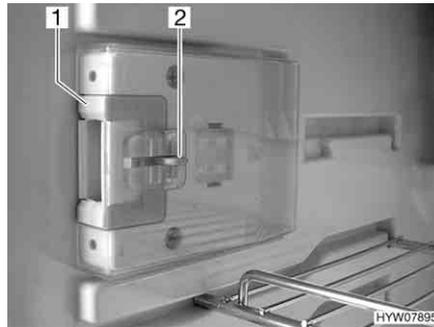
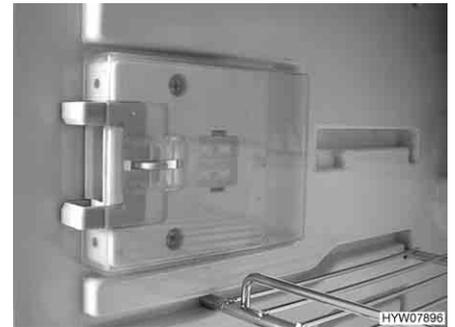

Fig. 126 Dispositivo de cierre en posición normal
Fig. 127 Dispositivo de cierre en posición de ventilación
- Hundir el desbloqueo (Fig. 126,2).
- Empujar el dispositivo de cierre (Fig. 126,1) hacia delante (Fig. 127).